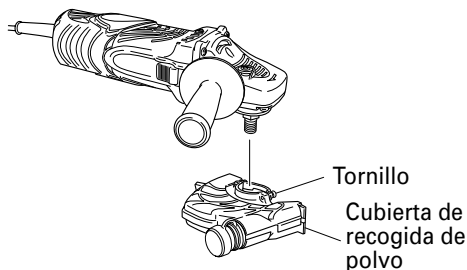

Fig. 2
6. Montar y ajustar la cubierta de recogida de polvo (Fig. 2)